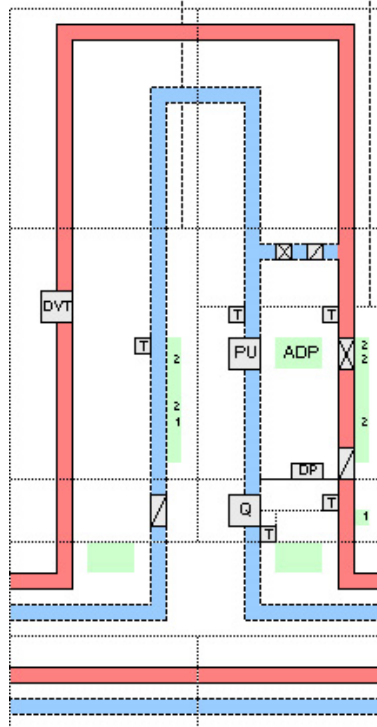

Bild 39
39. Einspeisung direkt mit Durchgangsventil und RL-Beimischung am Netz mit DP (EDI) (Bild 39)